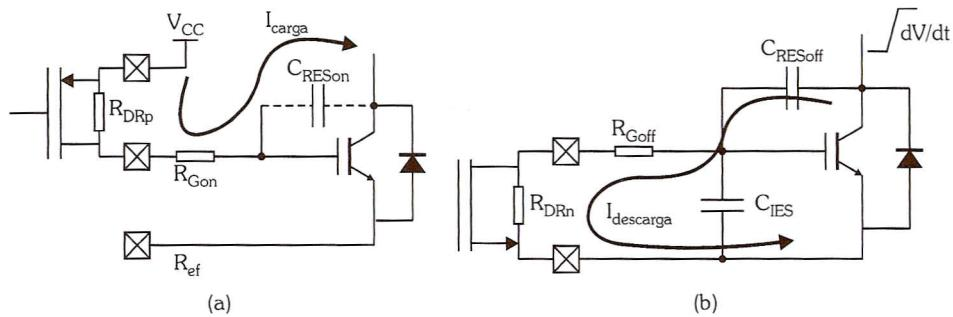

Figura 6.9: Circuito de acionamento do IGBT: dimensionando o resistor, (a) de ligamento, (b) de desligamento.
A Figura 6.9 apresenta os circuitos para cálculo do resistor de porta de ligamento (R_{Gon}) e do resistor de porta de desligamento (R_{Goff}). Nesses circuitos os dois transistores FET utilizados para ligar/desligar a porta do IGBT podem ser obtidos na forma de circuitos integrados, como, por exemplo, o IR2125 da International Rectifier. Por esse motivo representamos os pinos dos CIs como quadrados marcados com um x. As resistências R_{DRp} e R_{DRn} são as resistências entre dreno e fonte quando os transistores FET estão ligados.
- Determine os valores de R_{Gon} e R_{Goff} no circuito da Figura 6.9, considerando que o IGBT deva suportar um dV/dt de 10V/ns. Resolva este exercício utilizando o IGBT IRG4PC50W e FETs de chaveamento que possuem $R_{DRn} = 4\Omega$ e $R_{DRp} = 6\Omega$. Assuma que $V_{CC} = 20V$.